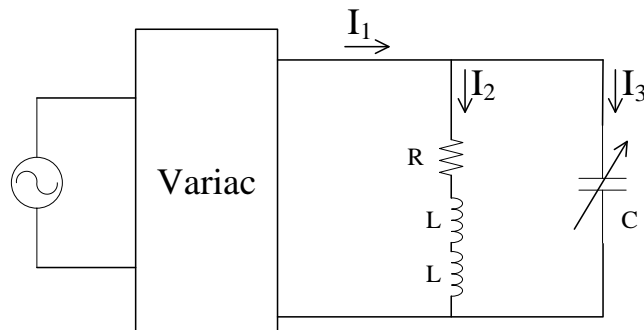

Figura 2 - Circuito RLC série-paralelo
- 2.1. monte o circuito da Figura 2 com todos os capacitores inicialmente desligados ( $C = 0$ );